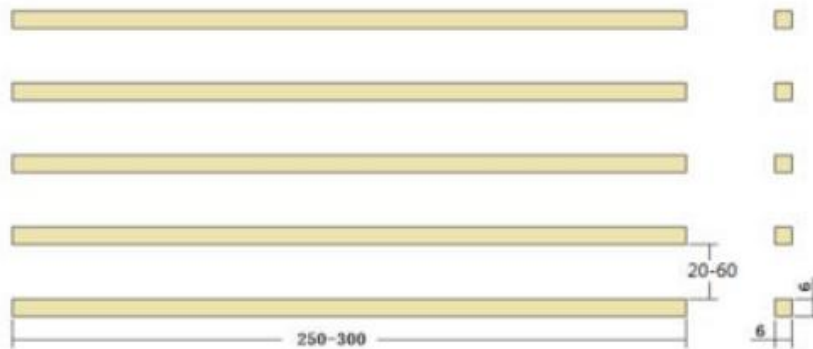

图5 跨栏示意图
4.6.1 如图5所示，5根长为250~300mm，截面积为6mm×6mm的木条，以20-60mm的间隔固定在某个非十字拼装块内，机器人需要完全通过跨栏。